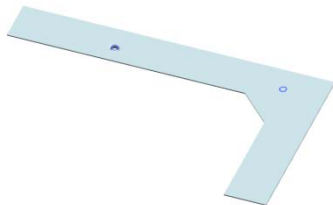

图 11-157 创建冲压除料特征 3
(3) 在“冲压除料”对话框中的“深度”文本框中输入 2.5，“冲模半径”文本框中输入 0.6，“侧角”文本框中输入 0，其他默认。单击 **应用** 按钮，创建冲压除料特征 3，如图 11-157 所示。